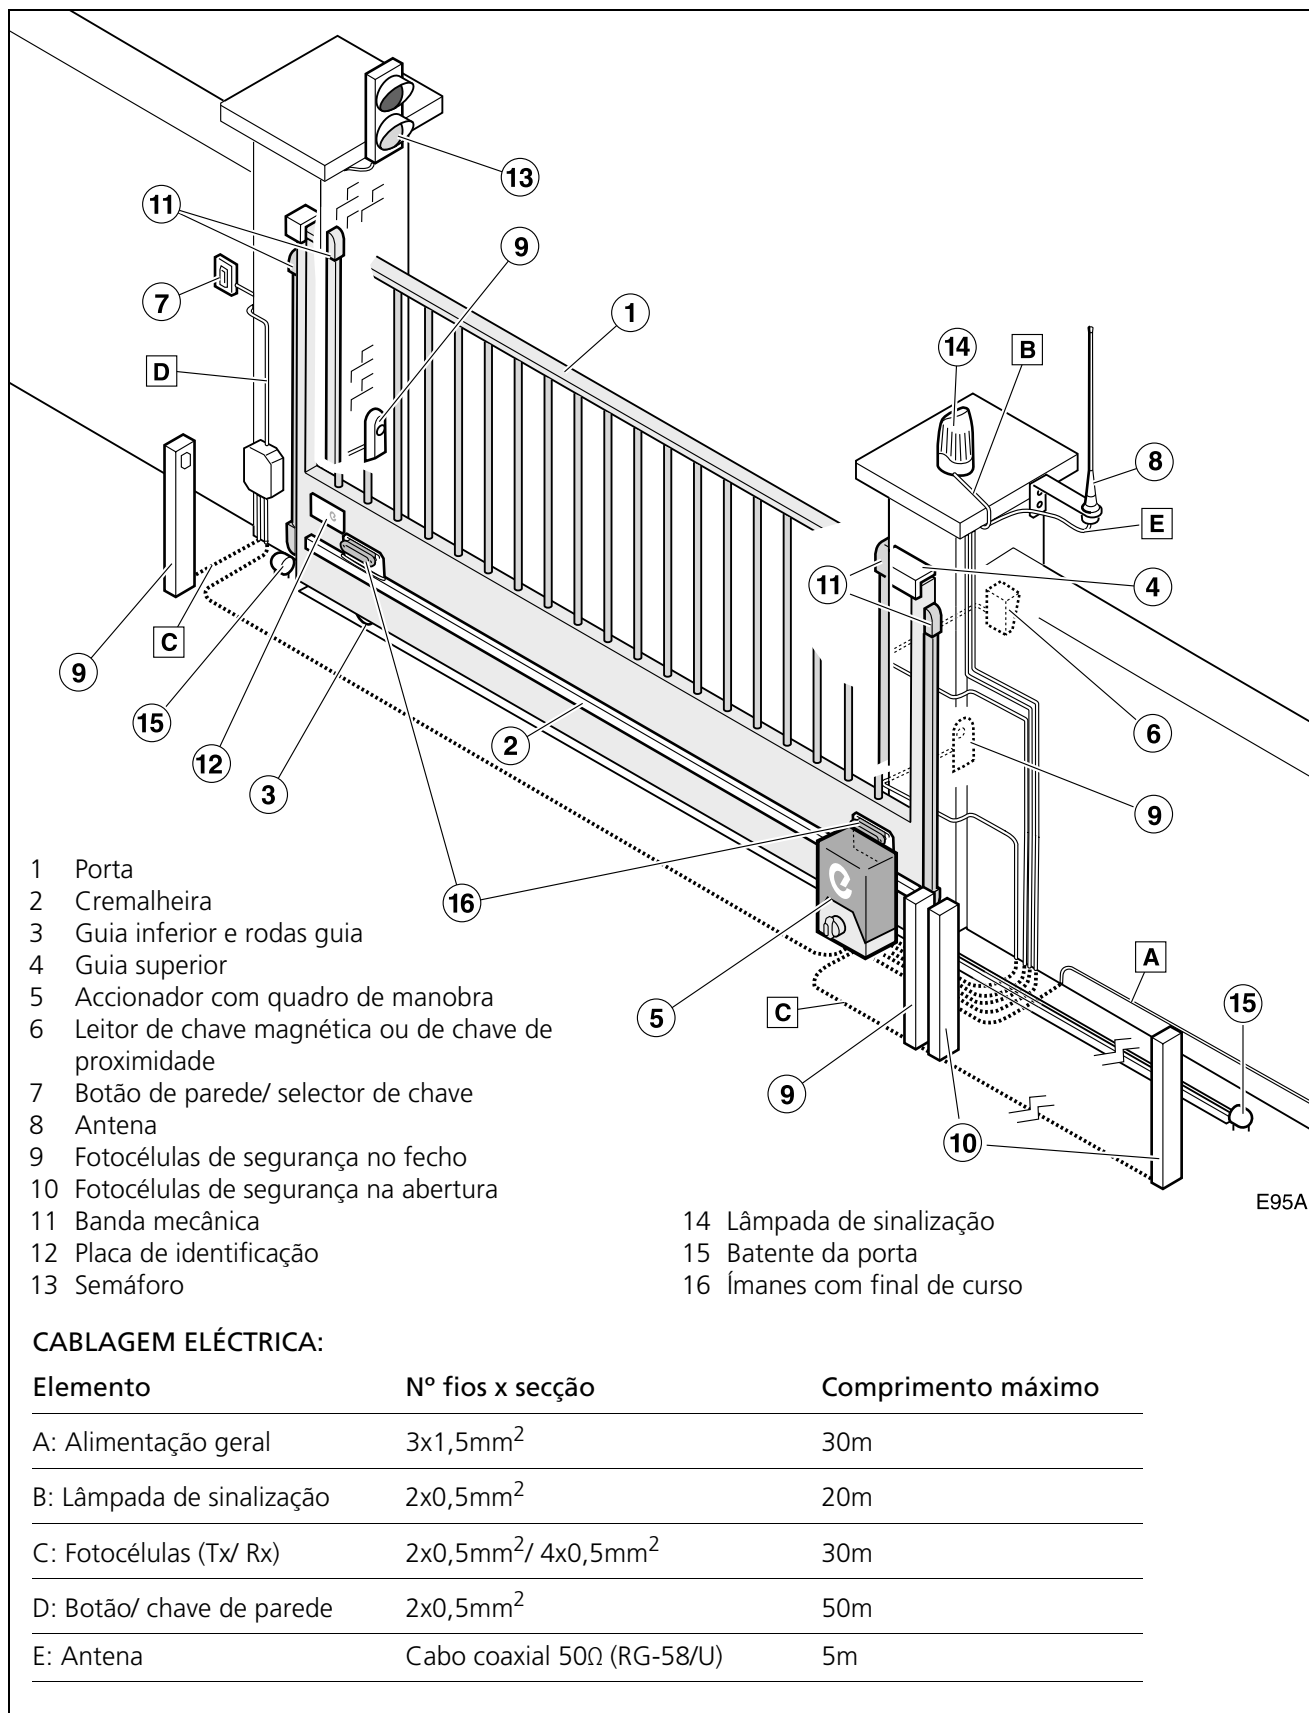

Fig. 1 Elementos da instalação completa
**ℹ Para mais informação, consulte "Fig. 1 Elementos da instalação completa" na página 69.**